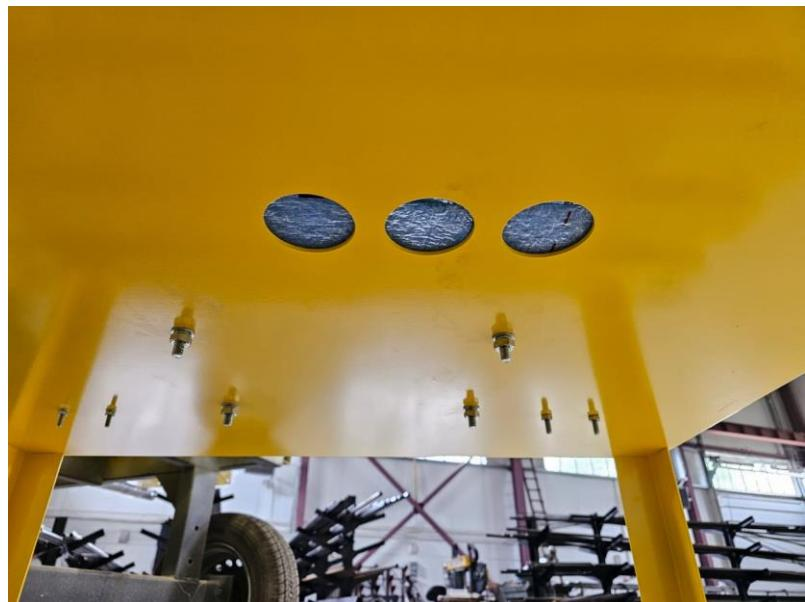

Рис.9
1.4.3 Под установку кожуха для гидростанции необходимо выполнить бетонный фундамент толщиной не менее 250мм (габаритами не менее 1200x800мм) с выведенными из него ПВХ трубами для подвода РВД к блокиратору, подвода электрокабелей к шкафу управления. Снизу в кожухе гидростанции имеются 3 отверстия к которым необходимо подвести трубы (Рис.9).